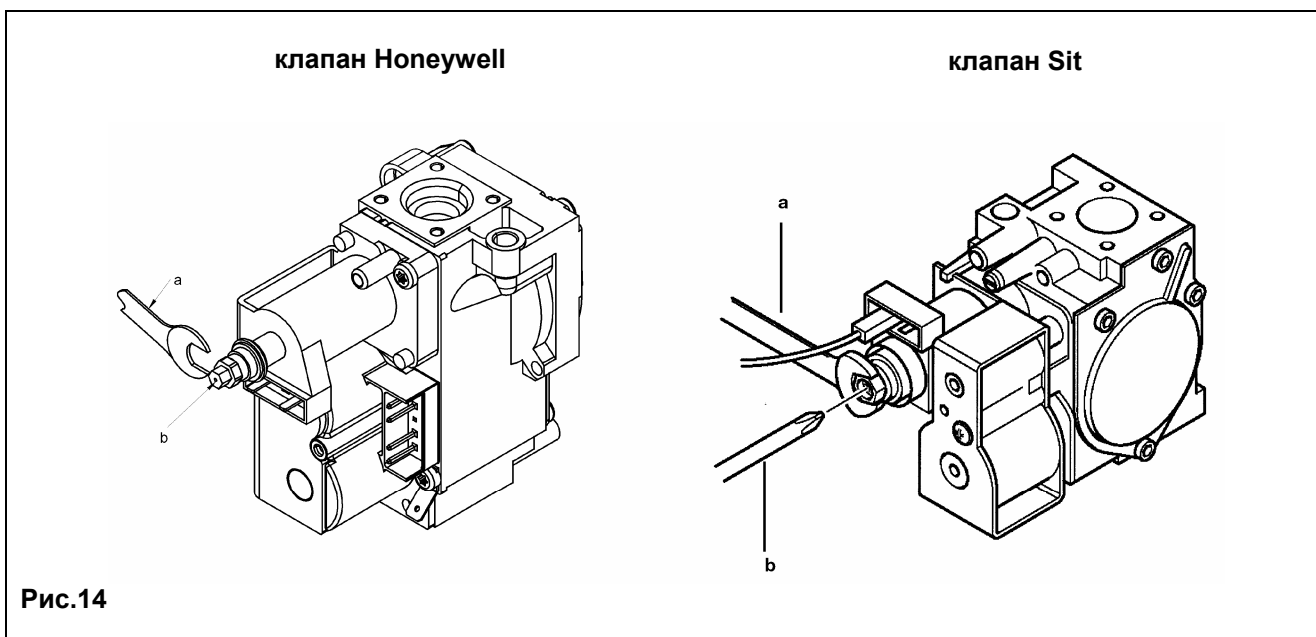

Рис.14
- Проверить давление газа на горелке согласно таблице 1 для соответствующей модели котла и соответствующего типа газа. При необходимости снять крышку модулятора и поворачивать латунный винт ключом **a** (ключ **a**, рис.14) до достижения давления, указанного в таблице 1 для соответствующей модели котла и соответствующего типа газа.
- Отсоединить провод питания модулятора. Котел перейдет в режим минимальной мощности. Проверить давление газа на горелке согласно таблице 1 для соответствующей модели котла и соответствующего типа газа. При необходимости поворачивать винт (поз. **b**, рис.14) до достижения давления, указанного в таблице 1 для соответствующей модели котла и соответствующего типа газа.